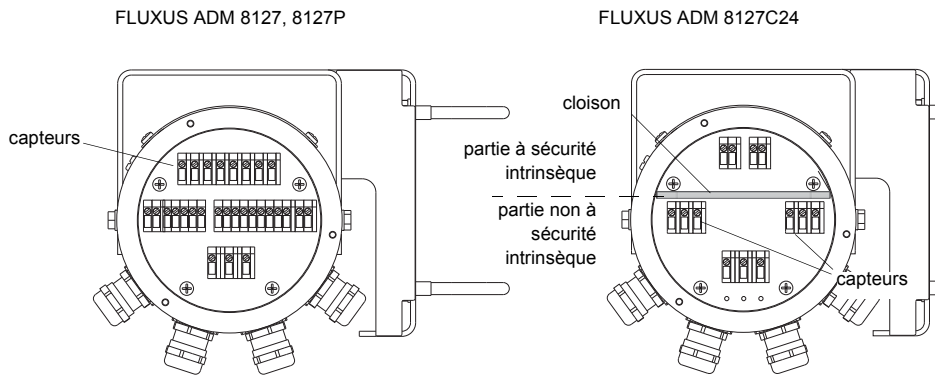

Fig. 7.4: Bornes de raccordement des capteurs (rallonge)
- Raccordez correctement l'âme et le blindage aux bornes du transmetteur (voir Fig. 7.4 et Tab. 7.1).